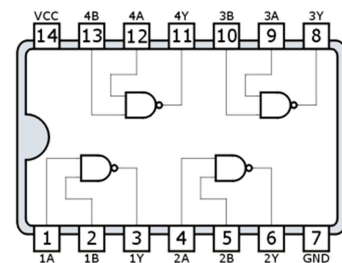

Figura 7 - Portas lógicas presentes no CI 7400
- Implemente o circuito com base no CI 7400 presente na placa que, tal como a figura 7 mostra, contém quatro portas NAND.